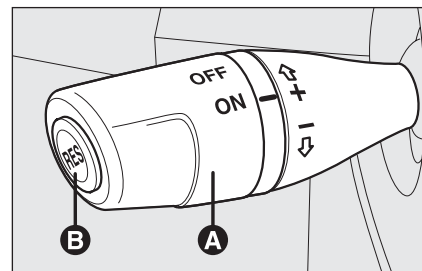

fig. 47
Tourner le sélecteur **A** - fig. 47 en position **ON**.
- tourner le sélecteur **A** - fig. 47 sur **ON** et appuyer sur la pédale de l'accélérateur jusqu'à atteindre la vitesse souhaitée ;
- appuyer sur le bouton **RES B** - fig. 47.
- en appuyant sur la pédale de l'accélérateur ; dans ce cas, le système n'est pas effectivement désactivé mais la demande d'accélération a la prééminence sur le système ; le Cruise Control reste quand même actif, sans avoir besoin d'appuyer sur le bouton **RES B** - fig. 47 pour revenir aux conditions précédentes une fois l'accélération terminée.